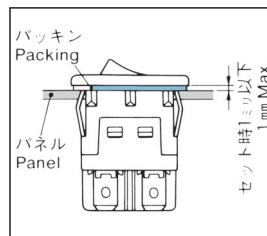

Fig.2.
- (2)スイッチをパネルへ取付けたとき、セット時でパッキン厚が1ミリ以下になるように取付けてください。(Fig.2.参照)
- (2)Mount the switch on the panel so that the thickness of packing is 1 mm or below. (See Fig. 2.)